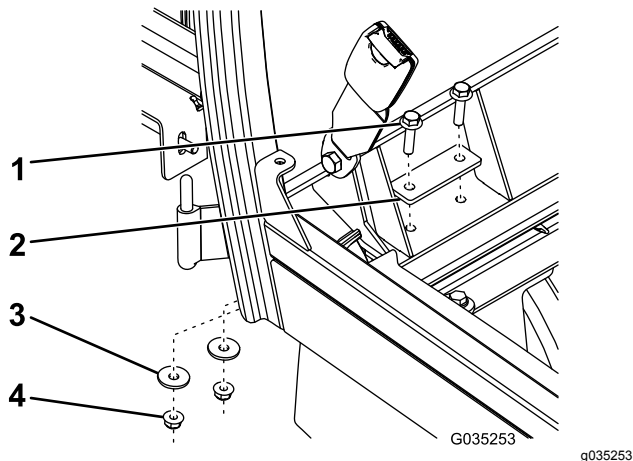

Figur 12
6. Montera hyttramens sidor på maskinen med sex sexkantsskruvar ($\frac{3}{8}$ x $1\frac{1}{4}$ tum), sex brickor ($\frac{3}{8}$ tum) och sex flänsmuttrar ($\frac{3}{8}$ tum) enligt (Figur 12).